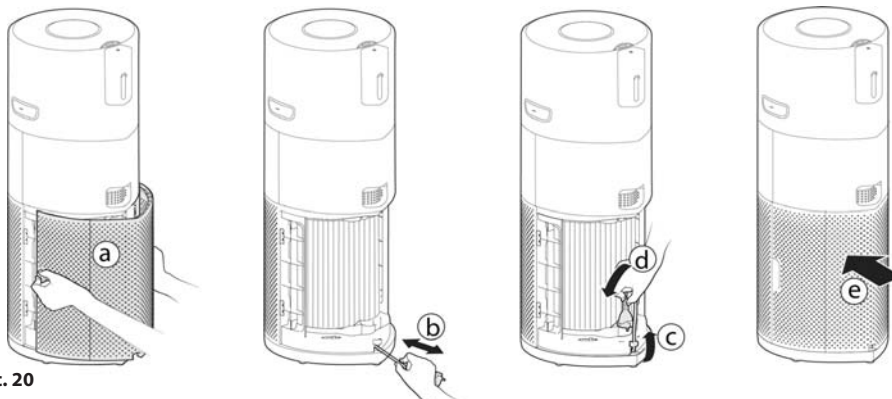

Рис. 20
5. Снимите крышку блока забора воздуха [Рис. 20а] и намотайте шнур на катушку, потянув его [Рис. 20б], закрепите шнур с помощью крючка для хранения, а затем вставьте вилку в транспортное положение. [Рис. 20с, d] Установите крышку блока забора воздуха. [Рис. 20е]